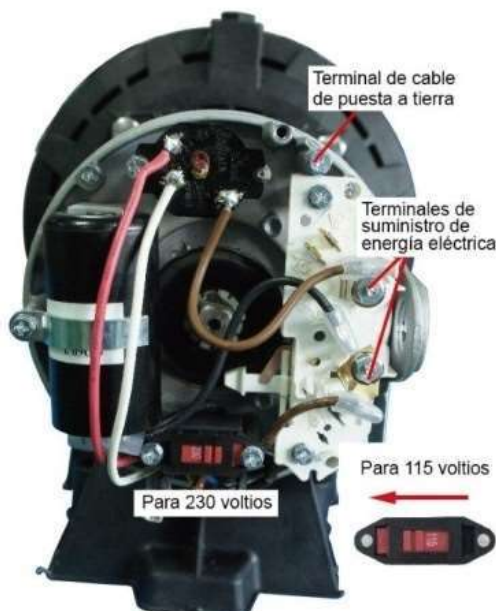

Figura 4
- ☐ Cambie el interruptor a 115 voltios (Figura 4).
Paso 7. Conecte los conductores que llevan la corriente a los bornes L1 y L2 bajo el techo del motor. Cuando cambie el motor, inspeccione el diagram de cableado en la placa de fábrica del motor contra la Figura 4. Si el diagrama de cableado del motor no corresponde a ninguno de los diagramas en la Figura 4, siga el diagrama en el motor.
IMPORTANTE: Los modelos monofásicos de 115/230 voltios se despachan de fábrica con el motor cableado para 230 voltios. Si el suministro de corriente es de 115 voltios, saque el techo del motor y vuelva a conectarlo según se ilustra en la Figura 4. No trate de hacer marchar el motor en el estado que se recibió, si la corriente es de 115 voltios.